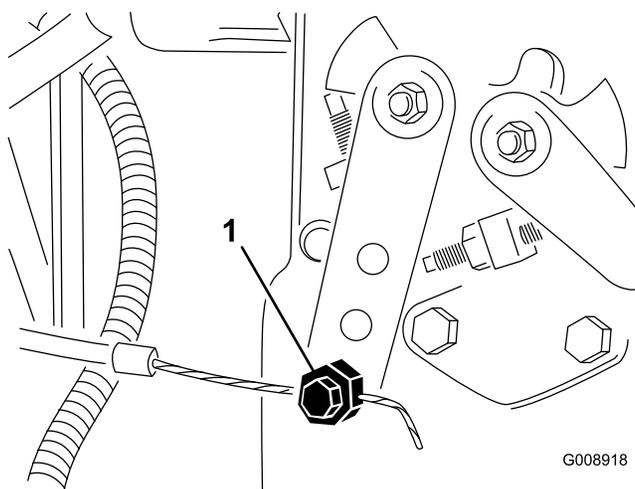

Figure 54
2. Desserrez le connecteur du câble d'accélérateur sur le bras du levier de la pompe d'injection (Figure 54).